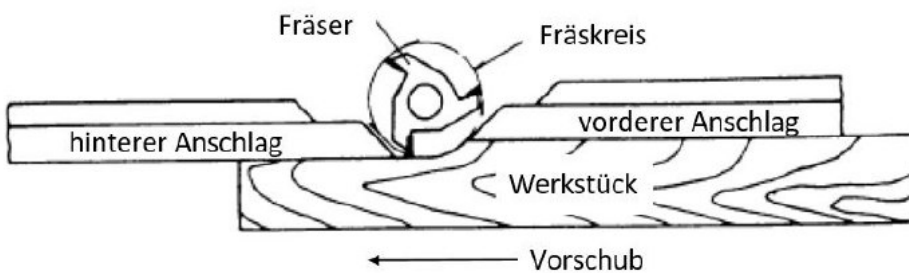

Abb.7-15: Vorderer Anschlag zu weit hinten
- Der vordere Anschlag sollte so weit vorgeschoben werden, dass er das Werk berührt, wie in Abbildung 7-15 dargestellt. Der hintere Anschlag befindet sich dann in einer Linie mit dem Fräskreis.